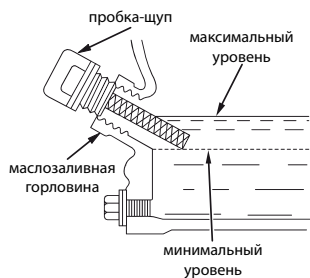

Рис. 5
- вновь вывернуть пробку-щуп и извлечь ее из маслосазливной горловины, проверить уровень масла по меткам на щупе. В случае недостаточного уровня масла, медленно долить масло до нужного уровня по меткам на щупе или до края маслосазливной горловины (см. рис. 5);